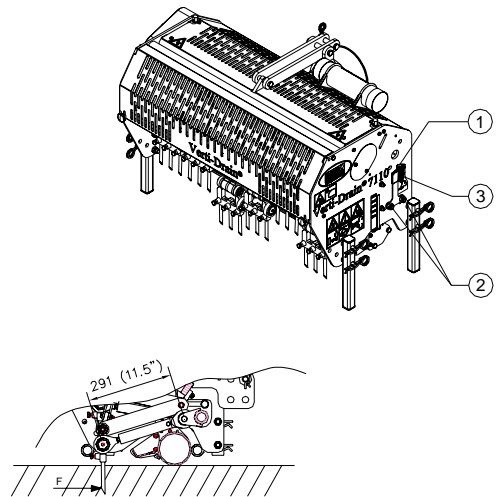

Fig. 12
Il est possible de réajuster simultanément toutes les goupilles à l'aide d'un levier central situé du côté de la machine - voir fig. 12. Hisser la machine au-dessus du sol et desserrer l'écrou 2 situé de part et d'autre de la machine. Réajuster l'angle en tournant le levier. Il est possible de lire l'angle sur l'autocollant. Resserrer ensuite les écrous.
- @ A 90 degrés, les goupilles rentrent uniquement perpendiculairement dans le sol si la machine est correctement installée, voir fig. 1. Si elle n'est pas correcte, il peut se produire une force F – voir fig. 12 – qui peut endommager la machine.